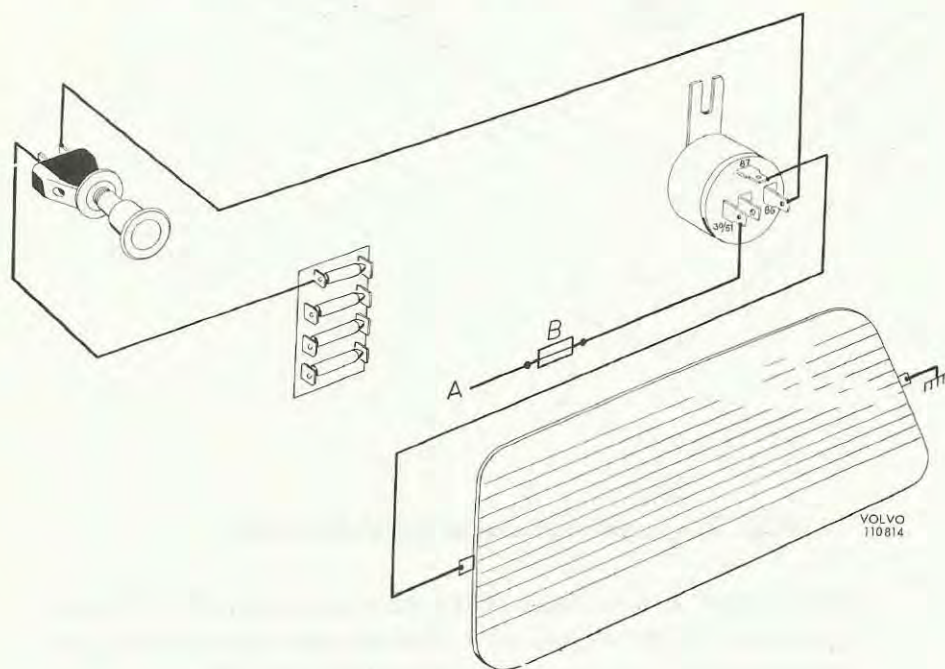

Bild 1. Kopplingsschema för Volvo 120
5. Drag ledningarna för rutan och koppla dem enligt kopplingschema bild 1.